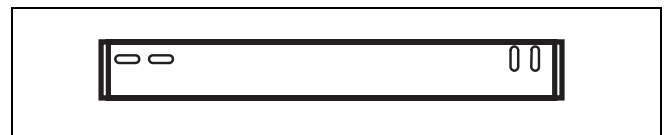

fig. 6 Ophangbeugel
- Breng de ophangbeugel aan op de wand (→ fig. 6).
- Hang het toestel in de ophangbeugel (→ fig. 6).